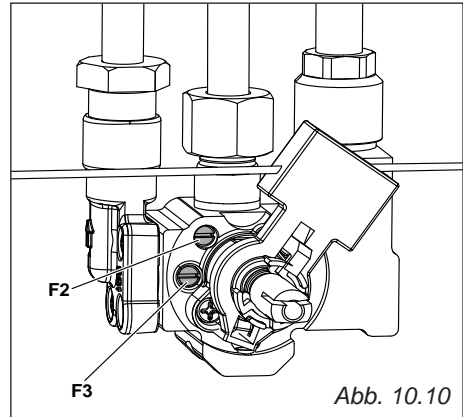

Abb. 10.10
- Mit einem dünnen Schraubenzieher die Schraube "F3" drehen bis die richtige Einstellung erreicht worden ist (Abb. 10.10).
- Mit einem dünnen Schraubenzieher die Schraube "F2" drehen bis die richtige Einstellung erreicht worden ist (Abb. 10.10).